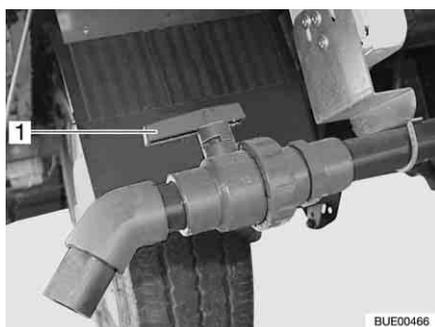

Fig. 223 Llave de desagüe
- Girar el tirador (Fig. 223,1) de la llave de desagüe a la posición en dirección de la circulación.